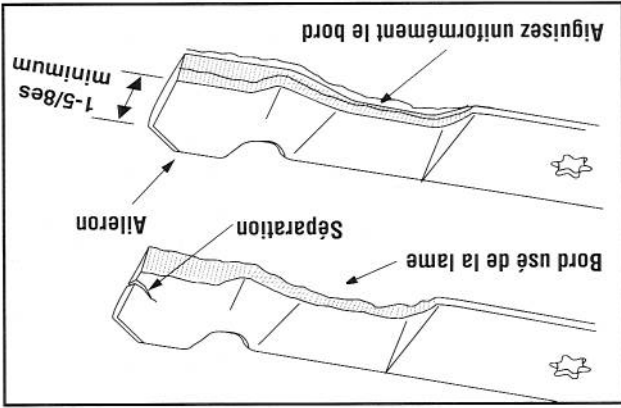

Figure 20
**IMPORTANT:** Pour aiguiser les lames, la même quantité de métal des deux extrémités des lames sur le côté tranchant. Voir la Figure 20. Aiguisiez le bord tranchant sur toute sa longueur, parallèlement au bord arrière, soit à un angle de 25° à 30°.